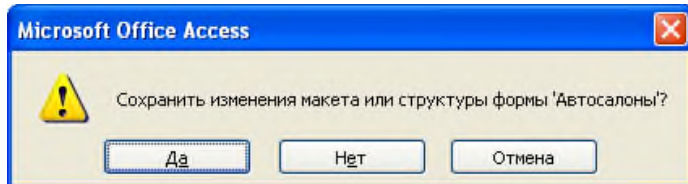

Рис.8 Сохранение формы «Автосалоны»
15. Просмотреть получившуюся форму и закрыть её, нажав кнопку «Да» для подтверждения сохранения формы «Автосалоны»(Рис.8).